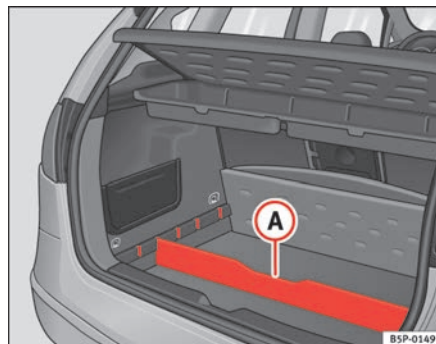

Abb. 106 Trennelement des Gepäckraumbodens
- Das Trennelement **A** ⇒ Seite 144, Abb. 106 je nach Größe der zu transportierenden Gegenstände in die seitlichen Schlitzze einsetzen. Unter dem Fach befinden sich das Bordwerkzeug und das Ersatzrad.